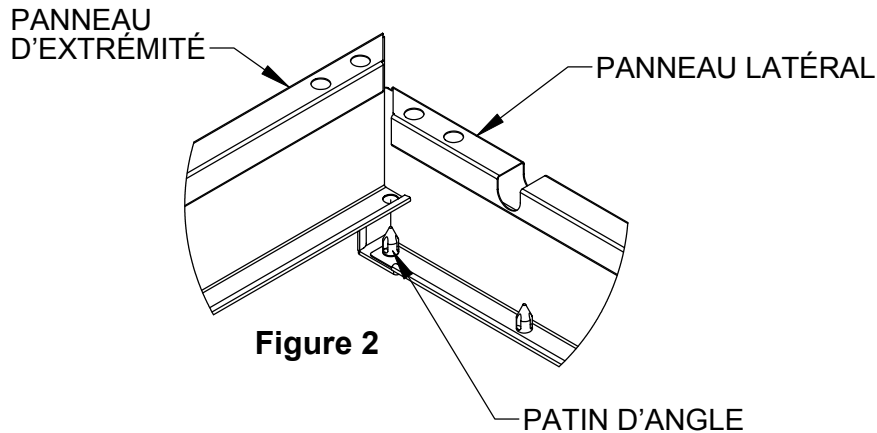

Figure 2
Étape 3 : Tourner les PANNEAUX LATÉRAUX de sorte que la collerette à 3 trous soit orientée vers le haut et les panneaux soient face à face, le côté fini à l'extérieur. Aligner le trou de l'extrémité de la collerette inférieure du PANNEAU D'EXTRÉMITÉ avec l'entretoise située sur le PATIN D'ANGLE, tel qu'illustré à la Figure 2 et assembler sans serrer. Répéter la procédure sur les quatre angles.